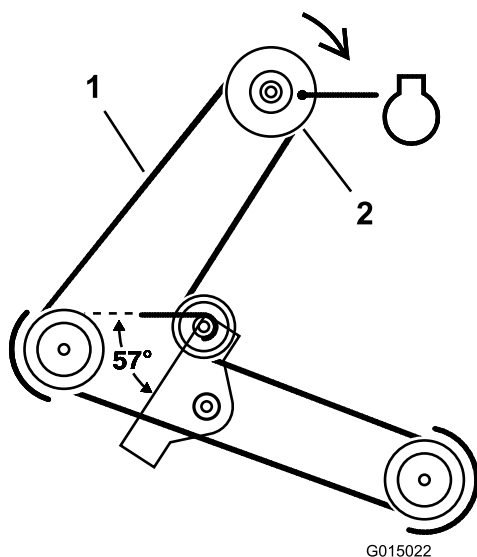

Figura 32
5. Retire la correa del cortacésped de la polea del embrague eléctrico (Figura 32).
5. Instale la correa del cortacésped en la polea del embrague eléctrico (Figura 32).